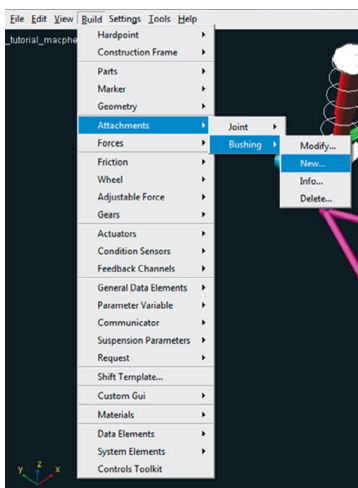

Figura 4.98 – Criando uma bucha.
- Para criar a primeira bucha, a qual estará localizada na mesma coordenada que o *Hardpoint* “*hpl_arm_front*”, acesse o menu *Build* → *Attachments* → *Bushing* → *New* (Figura 4.98).